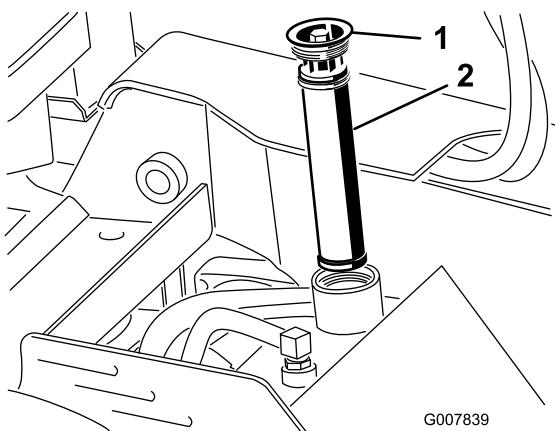

Figure 54
5. Nettoyez la surface autour du goulot de remplissage du réservoir de liquide hydraulique et enlevez le bouchon et le filtre du goulot de remplissage à l'aide d'une clé (Figure 54).
5. Enlevez le bouchon de remplissage du réservoir de liquide hydraulique ainsi que le filtre (Figure 54).
10. Mettez en place le filtre hydraulique et le bouchon de remplissage (Figure 54), et serrez le boulon sur le dessus à un couple de 13 à 15,5 N·m.